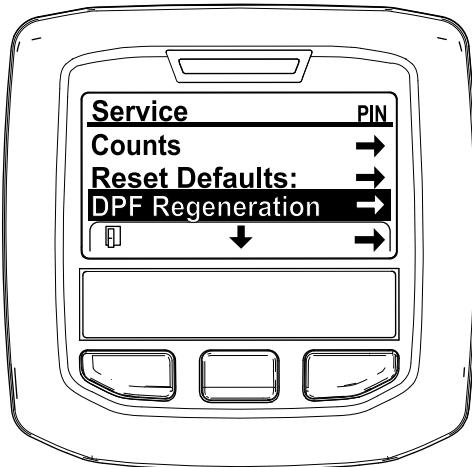

図 43
- 整備メニュー SERVICE MENU で、中央ボタンを押して DPF 再生 DPF REGENERATION へ移動し、右ボタンで DPF 再生 DPF REGENERATION を選択する 図 43。